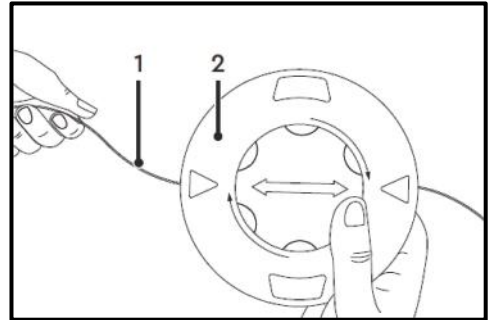

Рис. 14
- Тягніть за короткий кінець косильної ліски (1) до тих пір, поки точка середини (місце згину) довжини косильної ліски не опиниться всередині котушки (2) (Рис. 14).